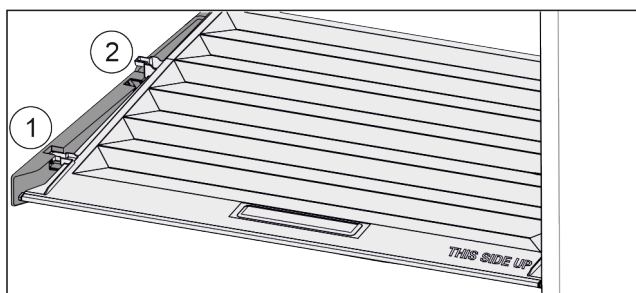

Fig. 73
- ▶ Pokrov povlecite naprej Fig. 73 (1) do odprtine v držalnih delih.
- ▶ Zadaj ga od spodaj dvignite in odstranite Fig. 73 (2) navzgor.